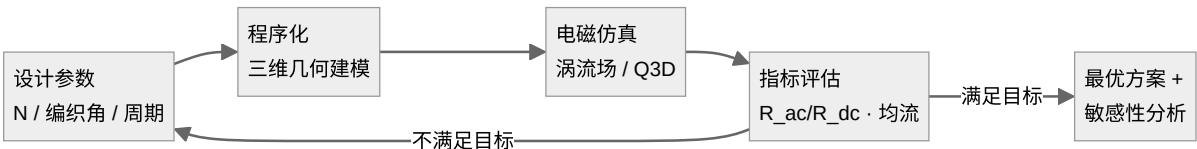

图 3 问题三建议的仿真驱动调优闭环。
3. **建立调优闭环：**形成「参数 → 三维几何 → 电磁仿真 → 指标评估 → 修改参数」的迭代流程（见图 3），用仿真数据系统比较至少 3 种本质不同的换位/编织方案；